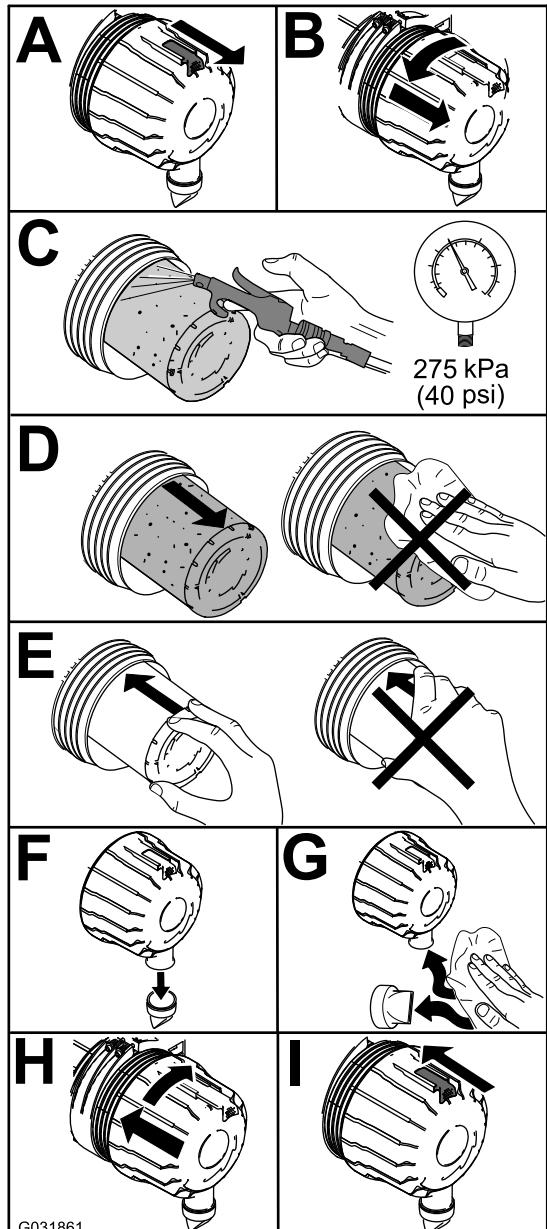

Figura 39
1. Sostituite il filtro dell'aria (Figura 39).